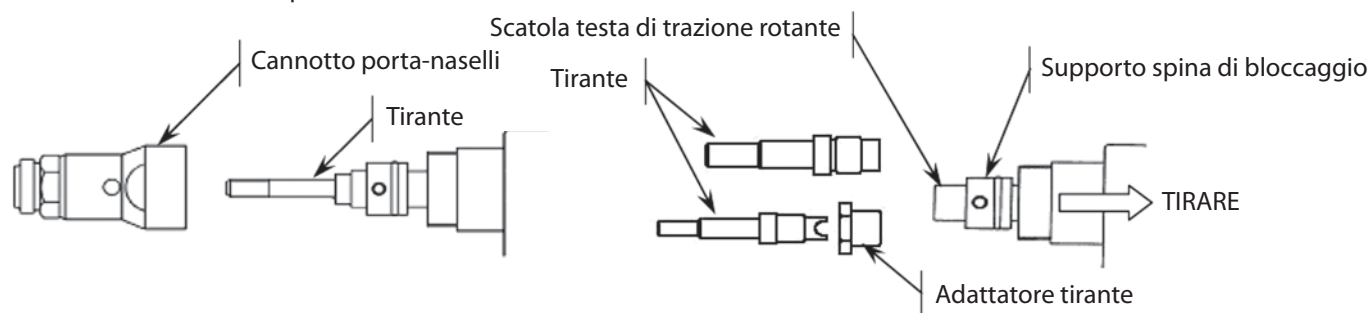

Figura 5. Installazione del tirante
3. Rimuovere il canotto porta-naselli dalla tirainserti in modo da scoprire il tirante e l'alloggiamento della testa di trazione rotante (Figura 5).